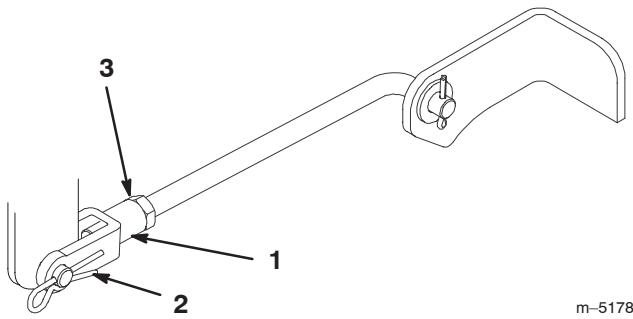

Figure 41
- Pour régler l'inclinaison avant/arrière des lames, enlevez la goupille fendue des chapes des tourillons avant et desserrez les écrous de blocage (Fig. 41).
8. Tournez les chapes sur les tourillons pour modifier le réglage (Fig. 41). Serrez les chapes (raccourcissez les tourillons) pour relever l'avant du plateau, et desserrez-les (allongez les tourillons) pour abaisser l'avant du plateau.